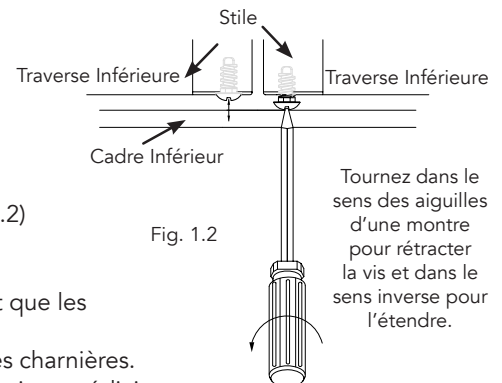

Fig. 1.2
- Si un soutien ou une mise à niveau mineurs sont nécessaires, tournez le capuchon de montant réglable au bas du montant vertical (stille) à l'endroit requis. (Voir Fig. 1.2)
- Lorsque des aimants sont fournis, il est possible d'obtenir un soutien ou une mise à niveau mineur en tournant le capuchon de montant réglable au bas du montant vertical (stile) à l'endroit requis. (Voir Fig. 1.2)
- Lorsque des aimants sont fournis, il est possible d'obtenir un support ou une mise à niveau mineur en tournant le capuchon de montant réglable au bas du montant vertical (stille) à l'endroit requis. (Voir Fig. 1.2)